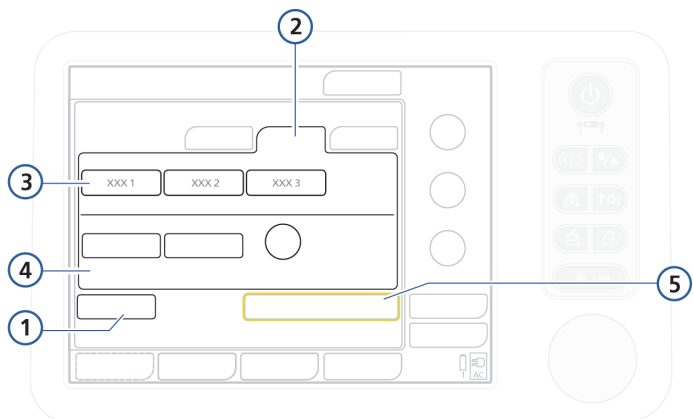

Рисунок 4-2. Окно «Настройка данных пациента»/«Режим Ожидания» («Взрос./Пед.»)
После запуска вентиляции на экране отобразится окно настройки данных пациента (рис. 4-2) с выбранными настройками по умолчанию. Выберите, измените и активируйте необходимые элементы.
- «Взрос. /Пед.». К этой группе относятся взрослые пациенты и дети (рис. 4-2). Таблица 4-1 содержит диапазоны возраста и веса.